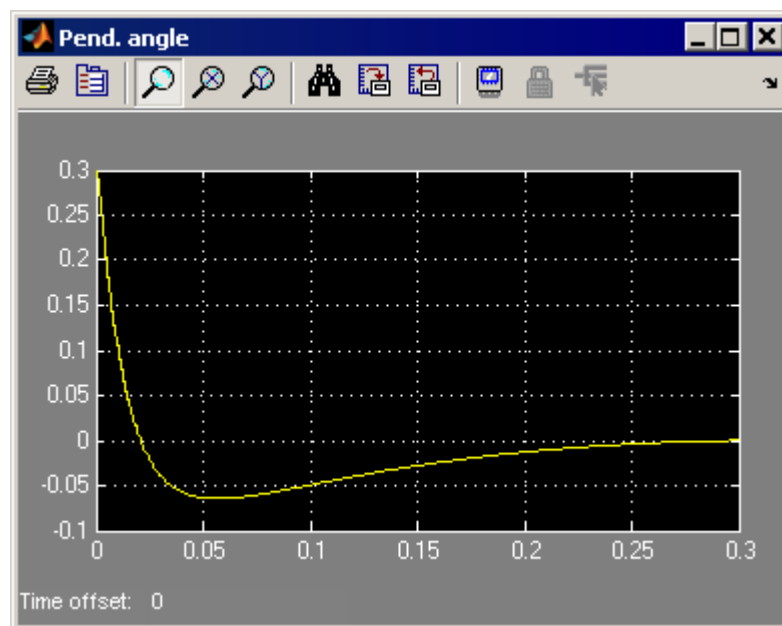

Рис. 4.5. График изменения угла отклонения маятника от вертикали
3. По истечении времени моделирования вы увидите результаты, приведенные на рис. 4.5 и 4.6.